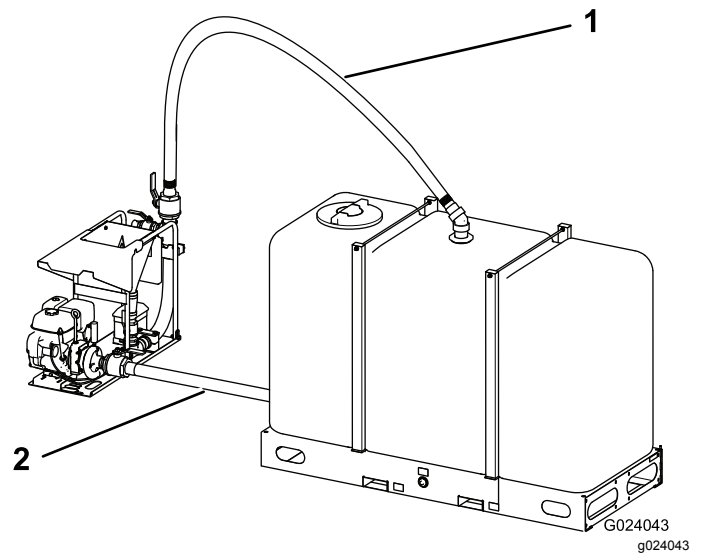
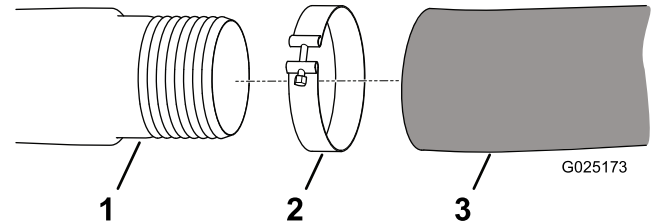
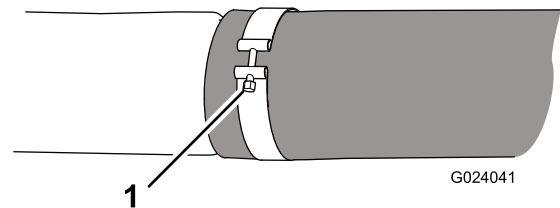

Figura 5
Figura 6
Figura 7
- Utilice una abrazadera (suministrada con la manguera de transferencia) para conectar el extremo libre de la manguera de aspiración a la entrada de la bomba del mezclador, como se muestra en la Figura 5, Figura 6, y Figura 7.
- Utilice 2 abrazaderas (suministradas) para conectar la manguera de circulación a la parte superior del depósito y a la parte superior del mezclador, según se muestra en la Figura 5, Figura 6, y Figura 7.